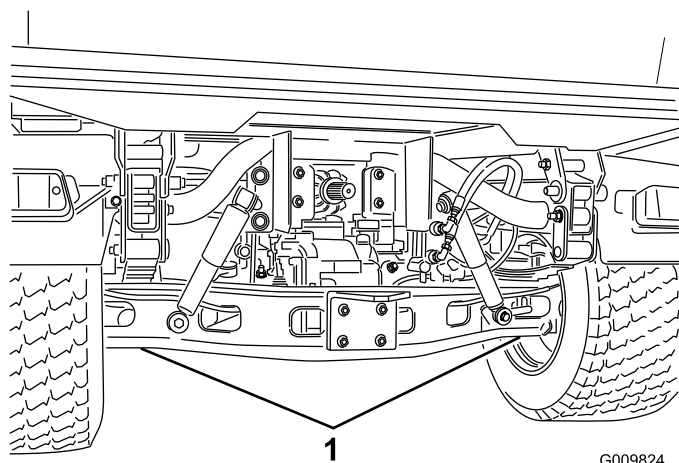

Figura 36
- El punto de apoyo del gato en la parte delantera de la máquina se encuentra en el travesaño central delantero del bastidor (Figura 35), y en la parte trasera está debajo del tubo del eje (Figura 36).